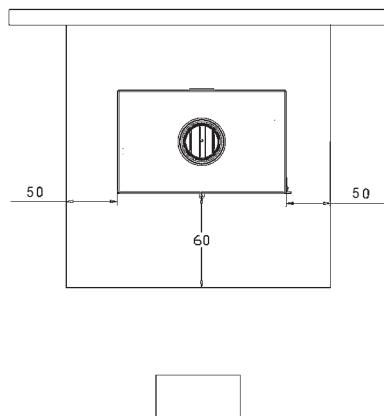

Bild 4B
c) falls das Produkt auf einer entflammmbaren Fläche installiert wird, muss eine nichtentflammmbare Fläche dazwischengeschoben werden, z.B. eine Fläche aus Stahl. Solch eine Fläche muss auf der vorderen Seite mindestens 60 cm vorragen und seitlich zusätzliche 50 cm, den zusätzlichen Raum zur Öffnung der vorderen Tür in Betracht ziehend (Bild 4B).